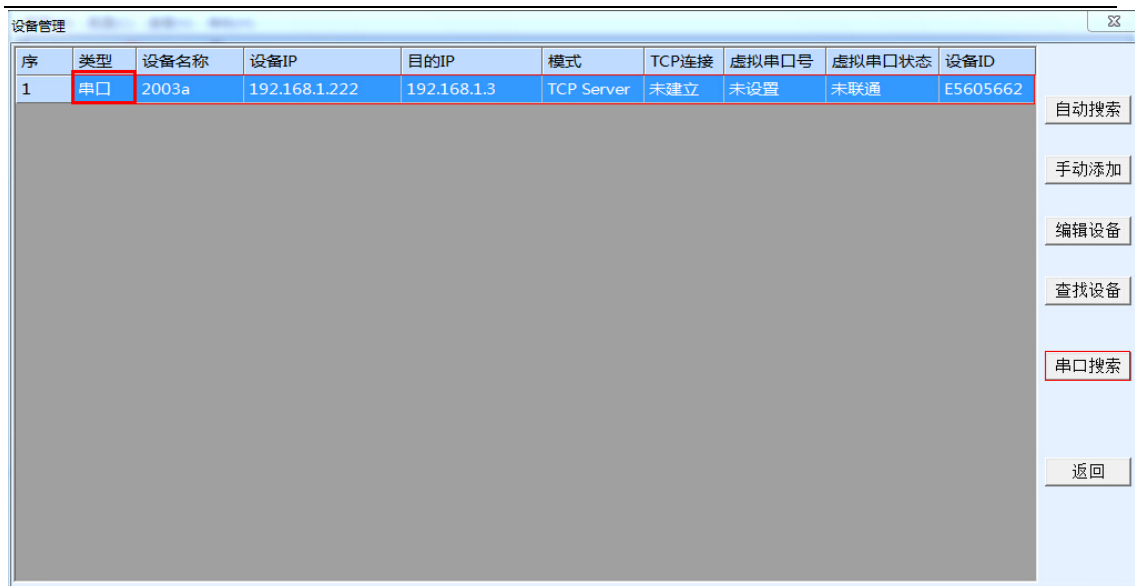

图 8 串口搜索设备
- 1.2 不具有光电转化器, 将 9153 的 RS232 接口连接到计算机串口或者 USB 转 RS232 接口。如图 8 所示, 点击“串口搜索”, 在弹出的对话框中选择串口号, 无需选择波特率, 然后点击确定。zlvircom 通过串口搜索 9153, 找到之后会在设备列表中列出这个设备, 类型为“串口”。然后点击“设备编辑”进入设备参数的配置。